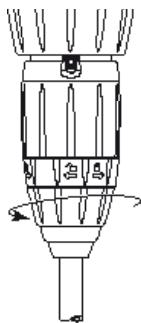

Fig. 15
- Dévisser l'écrou et enlever le tuyau d'aspiration (**Fig. 15**).